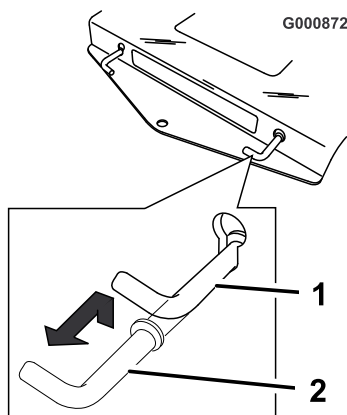

Figure 17
3. Tirez les deux leviers de dérivation vers le haut et poussez-les jusqu'à ce que la rondelle de la tige passe dans la fente. Poussez les leviers vers le bas pour les bloquer en position (Figure 17).
Tirez chaque levier de dérivation vers le haut, puis sortez-les complètement. Poussez les leviers vers le bas (Figure 17).